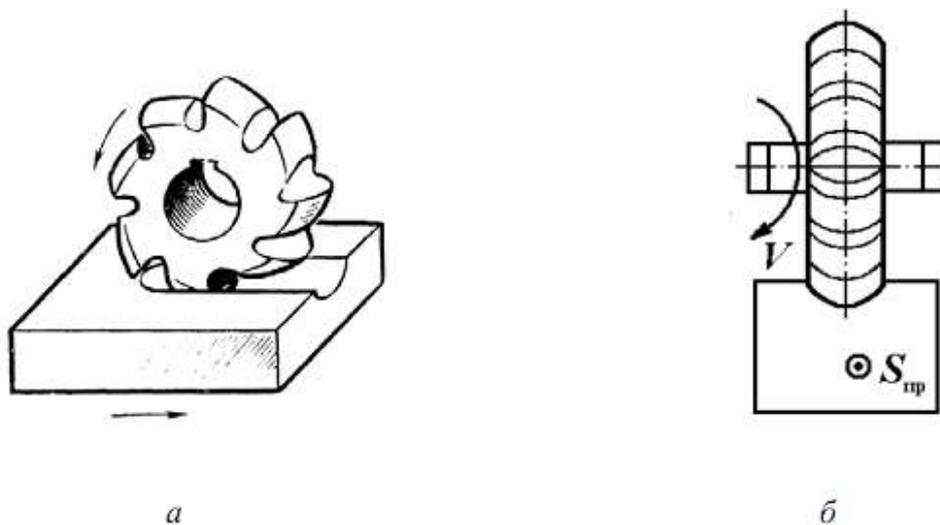
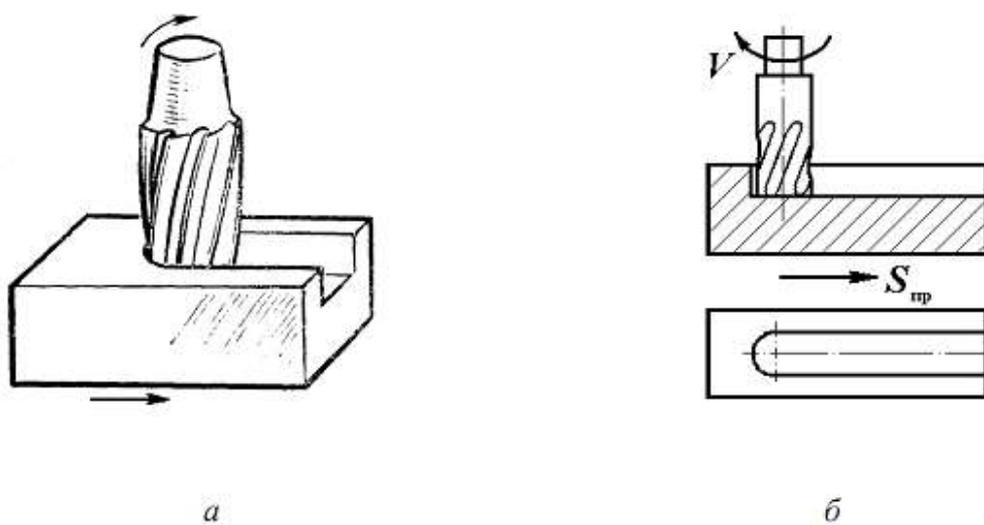

Рис. 9.5. Фрезерование пазов
Рис. 9.6. Фрезерование шпоночных канавок
2) концевыми, фасонными и специальными шпоночными фрезами (рис. 9.5 и рис. 9.6) осуществляют фрезерование пазов и канавок;